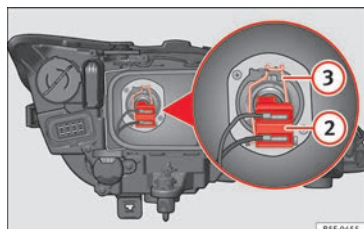

Fig. 104 Luz de cruce.
- Extraiga el conector » fig. 104 ② de la lámpara.
- Desenganche el resorte retentor » fig. 104 ③ presionándolo hacia dentro y a la derecha.